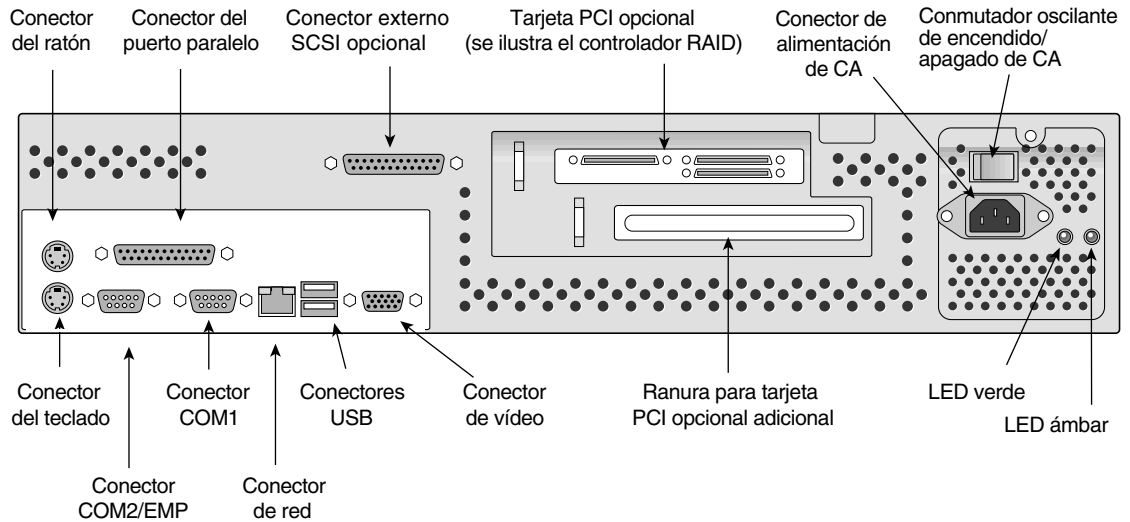

Figura 2 Conectores y controles posteriores del servidor SGI 1200
6. Conecte cualquiera de los siguientes dispositivos periféricos comunes en los conectores que se muestran en la Figura 2: